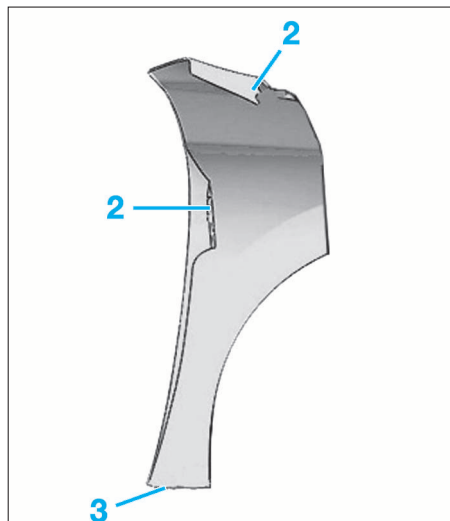

FIG. 11
- Desserrer les vis (2) et (3) (Fig.11).